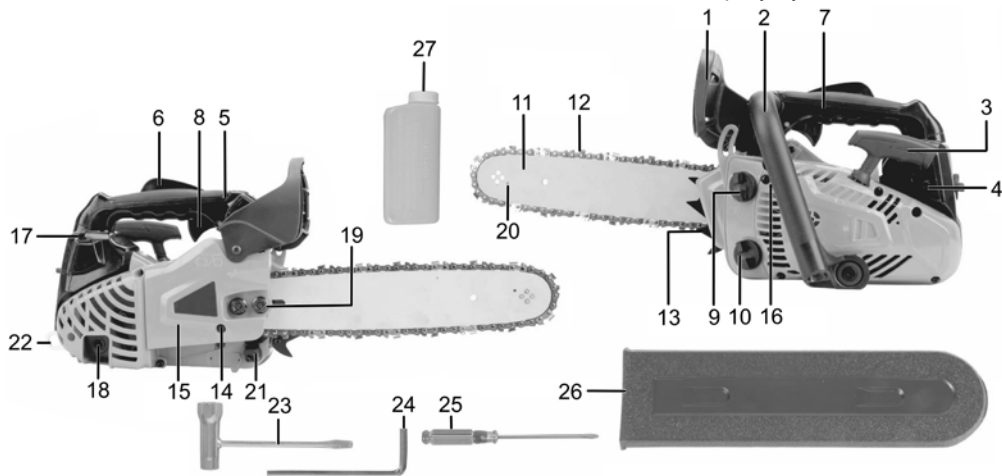

Рисунок 1
При кожній заправці паливом обов'язково перевіряйте та доливайте оливу для змащування ланцюга. Горловина масляного бака (10, рисунок 1) для заправлення оливою для ланцюга позначена відповідним значком. Рекомендовано використовувати тільки спеціальну оливу для ланцюгів. Олива для ланцюгів значно знижує тертя та нагрів ланцюга і напрямної шини, полегшує їх очищення від стружки та пилю, надійно захищає від корозії та придатна до всесезонного використання.
- Перевірте, щоб гальмо ланцюга функціонувало (пересуньте важіль вперед-назад): увімкнене (ланцюг не буде обертатися) – важіль гальма ланцюга (1, рисунок 1) переведений уперед (убік пиляльної гарнітури), вимкнено – важіль переведений назад (убік рукоятки).